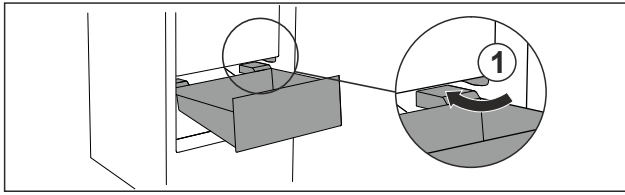

Fig. 115
- Guider le tiroir en biais en contournant les butées *Fig. 115 (1)*.